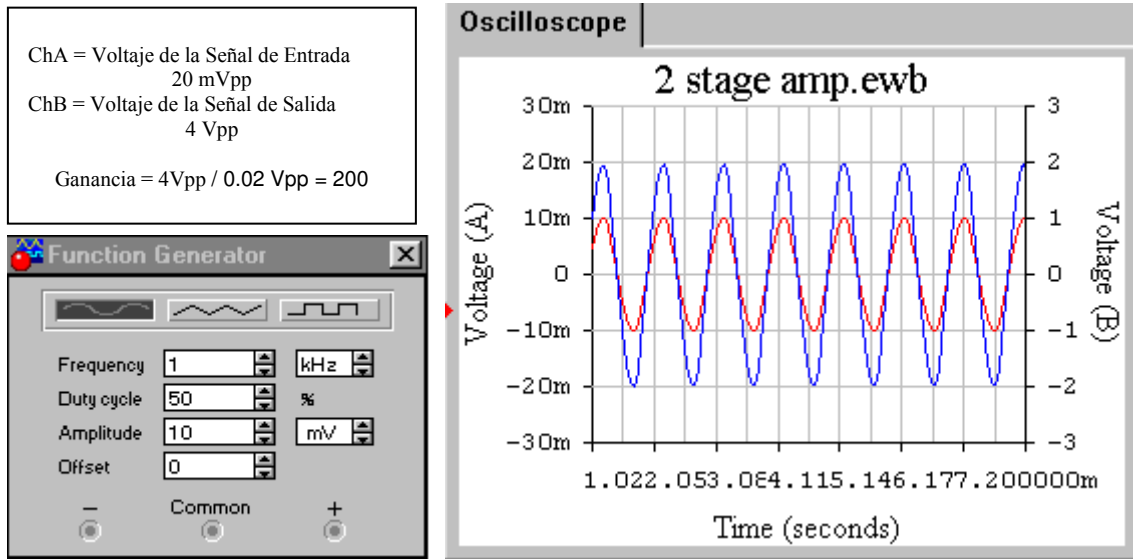

Fig. 37
- En la Fig. 37 se muestra, en la pantalla del osciloscopio, las señales de Entrada y Salida del circuito